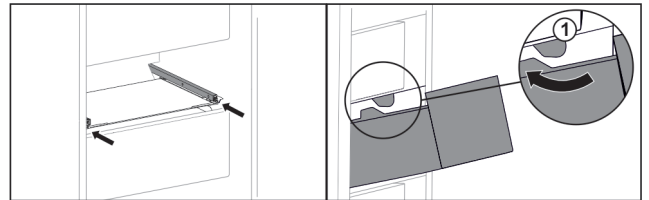

Fig. 40
- ▶ Schubfach um die Stopper Fig. 40 (1) herumführen.